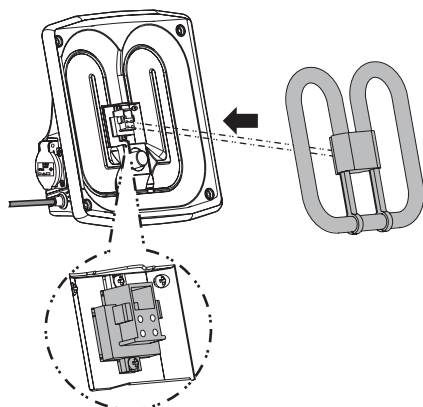

bild 16
5.1.4 Installera den nya ljuskäglan. Säkerställ att Du använder en 38 W (55 W) ljuskägla och placera den i hållaren. (bild 16).